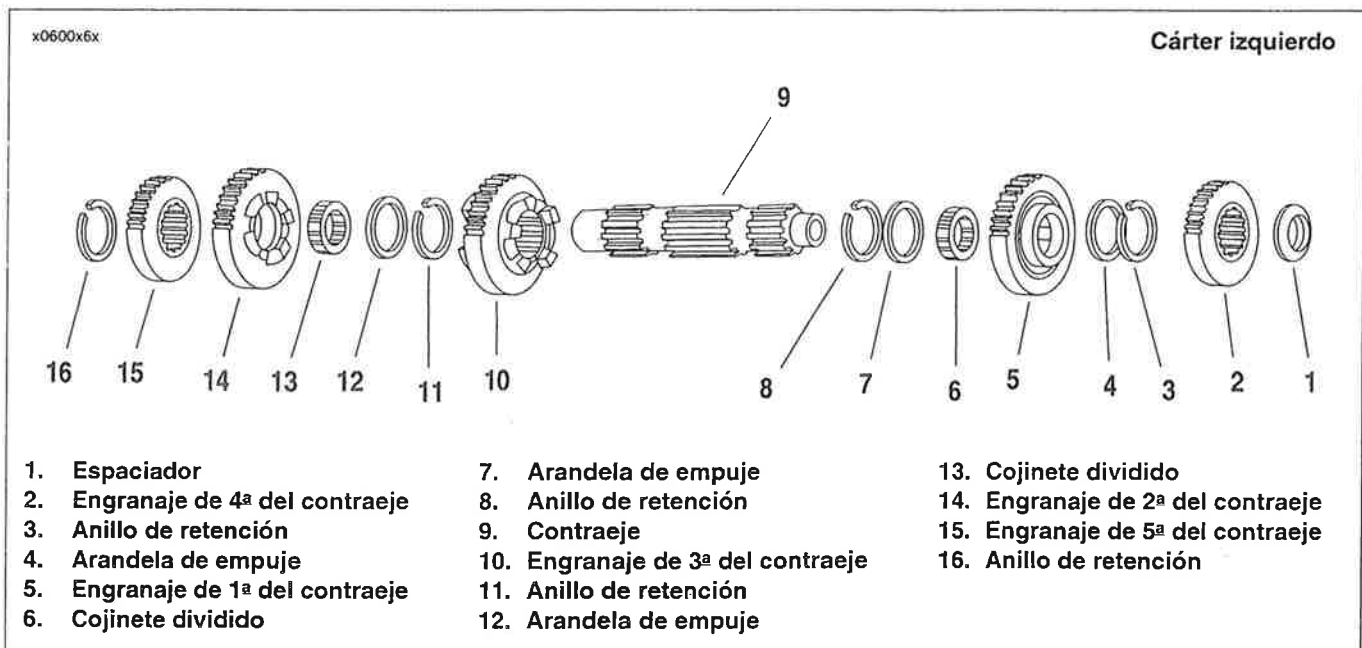

Figura 6-45. Rearmado del conjunto del contraeje de la transmisión
1. Vea la Figura 6-45. Instale un anillo de retención nuevo (8) y arandela de empuje (7) en el contraeje (9) en la segunda ranura para anillo desde el extremo con la rosca interna.
2. Instale el cojinete dividido (6) en el contraeje.
3. Localice el engranaje de 1ª de contraeje (5), identificado por una ranura radial en un lado y deslice en engranaje en el eje. Posicione el engranaje sobre el cojinete dividido.
4. Instale la arandela de empuje (4) y el anillo de retención nuevo (3) junto al engranaje de 1ª del contraeje.
5. Instale el engranaje de 3ª del contraeje (10) en el contraeje con la ranura de la horquilla de cambios en dirección opuesta al engranaje de 1ª del contraeje.
6. Instale el anillo de retención nuevo (11) en el contraeje. Coloque el anillo de retención en la segunda ranura para anillo desde el extremo del eje. Instale la arandela de empuje (12) junto al anillo de retención (11). Instale el cojinete dividido (13) en el asiento junto a la arandela de empuje.
7. Instale el engranaje de 2ª del contraeje (14) con las garras de bloqueo hacia el engranaje de 3ª del contraeje.
8. Instale el engranaje de 5ª del contraeje (15) en el contraeje.
9. Instale el anillo de retención nuevo (16) en el contraeje.
10. Localice el engranaje de 4ª del contraeje (2). Este engranaje plano y sin bordes está dividido y tiene una sola ranura radial en un lado. Coloque el engranaje junto al anillo de retención (3) en el contraeje. Coloque el espaciador biselado (1) sobre el extremo del eje con el lado biselado en el lado contrario del engranaje de 4ª.